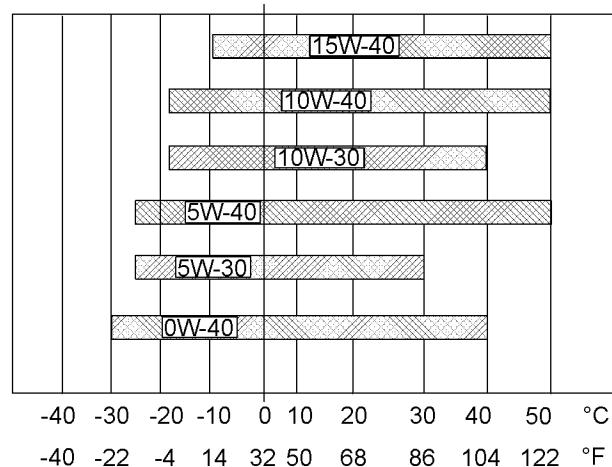

図 35
冷めたエンジンを始動するのに必要なオイルの粘度を判断するには、図35（最低温度）を参照してください。
想定される最高外気温度でエンジンを運転する際のオイル粘度を選定するには、図35（最高温度）を参照してください。
- 適切な“推奨油粘度”を参照してください。図35を参照して、各エンジンに適した粘度等級を確認してください。